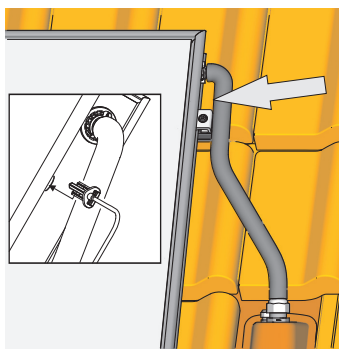

Bild 3-47 Arbeitsschritt 2
2. Kollektortemperaturfühler bis zum Anschlag in den Flachkollektor einschieben (siehe Bild 3-47). Dabei muss der Sensor auf das Absorberblech geklemmt werden.